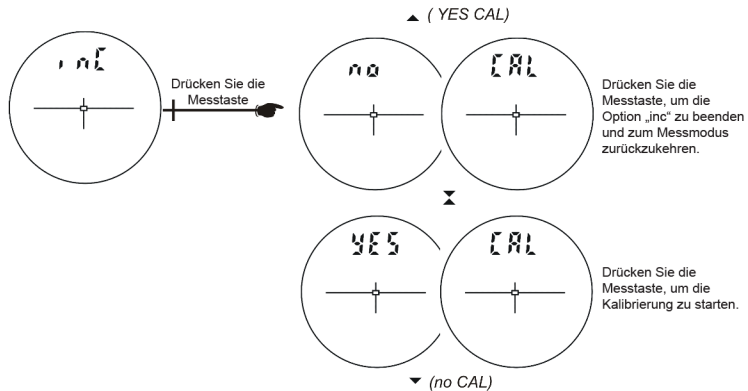

Abbildung 13
2. Drücken Sie , um die Option „inc“ anzuzeigen, wie in Abbildung 13 unten dargestellt.
3. Drücken Sie , um die Option „inC“ auszuwählen. Auf der Hauptanzeige erscheint die Meldung „no“ „CAL“, die Anzeige sollte so ähnlich wie in Abbildung 13 aussehen.